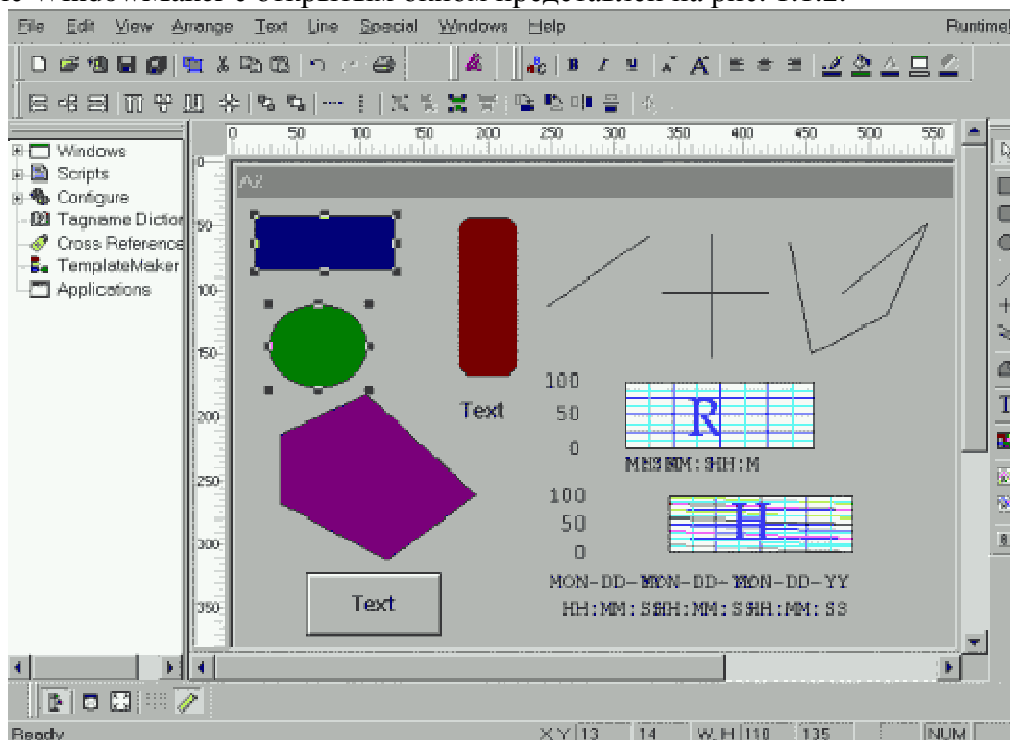

Рис. 1.1.2. Интерфейс WindowMaker.
По умолчанию при создании нового окна эти параметры примут значения предыдущего (последнего) созданного окна. Кнопка Scripts (скрипты) дает возможность войти в диалог Window Script для создания оконного сценария. Для унификации внешнего вида окон приложения и сокращения сроков разработки приложений InTouch предлагает несколько приемов. Один из таких приемов - дублирование окон. Создание копий окон выполняется командой File/ Save Window As. Для быстрого доступа к этой команде можно воспользоваться меню правой кнопки мыши (см. ниже). Второй прием, который также позволяет экономить время разработки приложения - импорт окон. Можно повторно использовать все ранее созданные окна, объекты и скрипты. Чтобы импортировать окна из другого InTouch - приложения, необходимо воспользоваться командой File/ Import. Интерфейс WindowMaker с открытым окном представлен на рис. 1.1.2.
С помощью остальных трех инструментов панели Drawing могут быть созданы сложные объекты операторских интерфейсов: контейнер для вставки растровых изображений, тренд реального времени и архивный тренд. На рис. 1.1.2 на рабочем поле окна WindowMaker показаны примеры объектов, созданных инструментами панели Drawing. В панели View (Вид) представлено всего пять кнопок (слева направо):
- кнопка отображения/закрытия линейки окна WindowMaker (рис. 1.1.2).